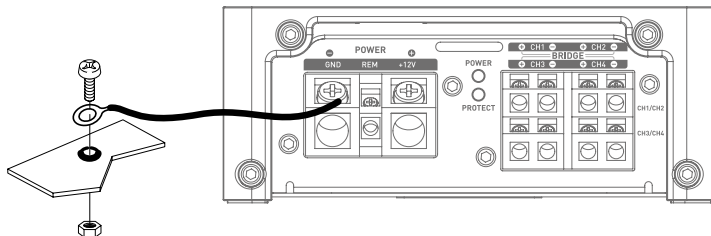

图 2
- 10 - 准备汽车底盘接地时，刮下金属表面上的任何涂料，以确保良好的接地。接地的配线应该越短越好，并且始终连接到焊接在车体或底盘的金属上（图2）。一般保留的接地点是连接电池负极端子与汽车底盘之间的连接点。
3.3.2 - 取一根负极 (-) 电源线。此电缆应尽可能短，其长度最好不要超过1米，方能确保放大器和车辆底盘之间的连接完美无误。电缆和其线规应符合上方表格所示（第3.1节）。找到合适的接地点后，磨去油漆或清漆的痕迹，以优化接触质量。打穿预先根据所选螺钉的直径打磨好的钢板，同时注意附近是否有任何油箱或其他敏感零件的电缆经过。将随附的地线焊接至电缆引线上，并为其包上绝缘层（利用热缩护套管），然后将其连接至FPX放大器上（图2）。